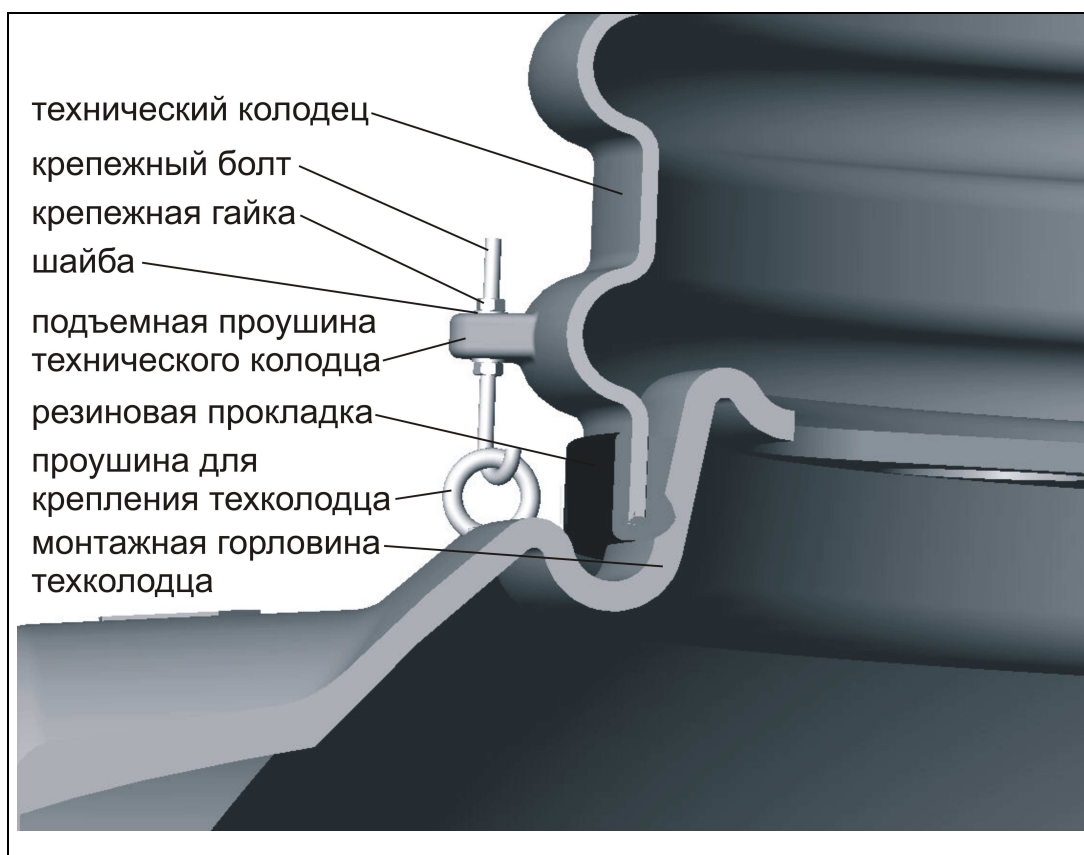
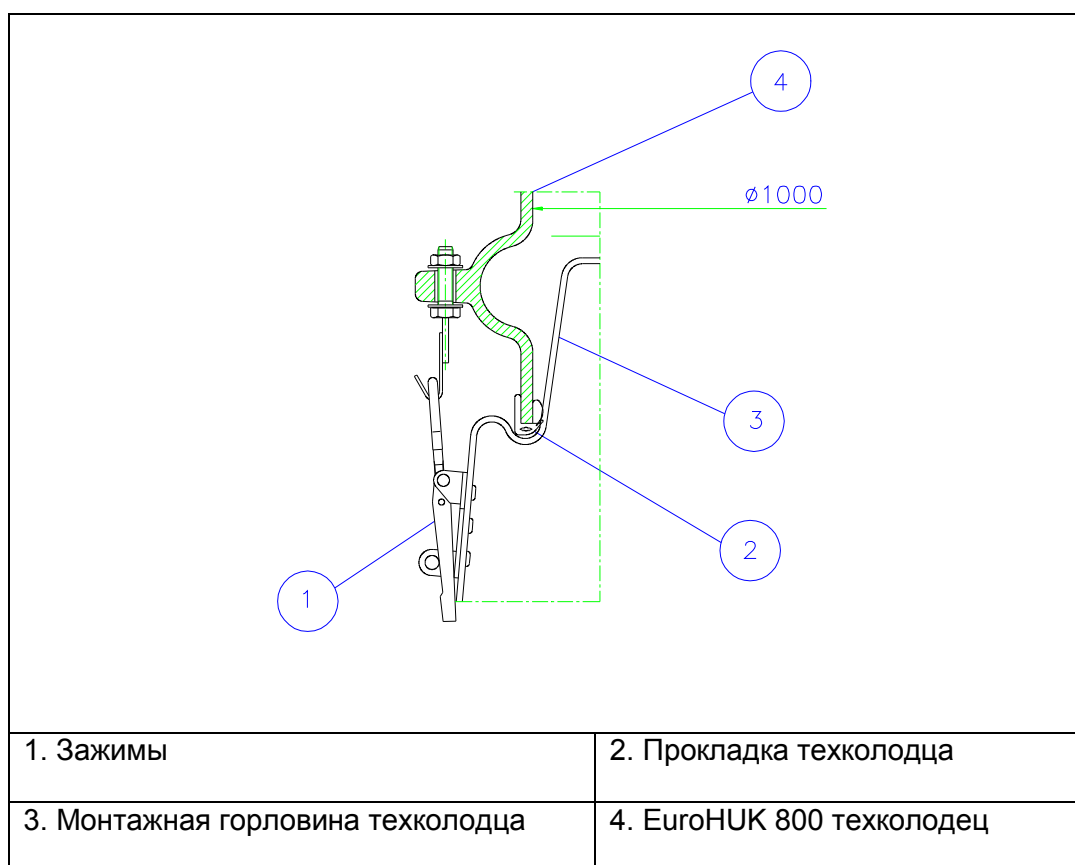

Рис. 6. Установка технического колодца EuroHUK.
Рис.7. Установка техколодца EuroHUK на емкость из армированного стеклопластика.
5. Снимите транспортную упаковку с технических отверстий колодца для регулирования потока. Закрепите резиновые прокладки по нижнему краю технического колодца. (Рис. 6 и Рис.7). Установите технический колодец ЕугоНУК на техническую горловину колодца регулирующего поток. Закрепите его при помощи резьбового крепежа в местах крепления.